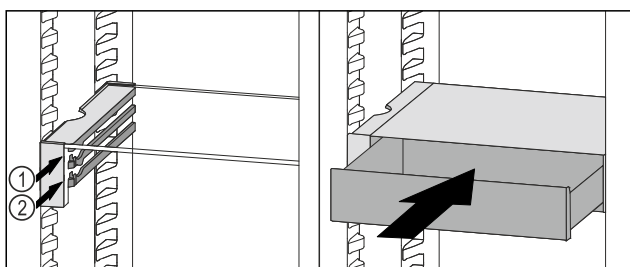

Fig. 90
- ▶ Nasadte zásuvku VarioSafe za zářezky na požadovaném žebře Fig. 90 (1) nebo Fig. 90 (2).